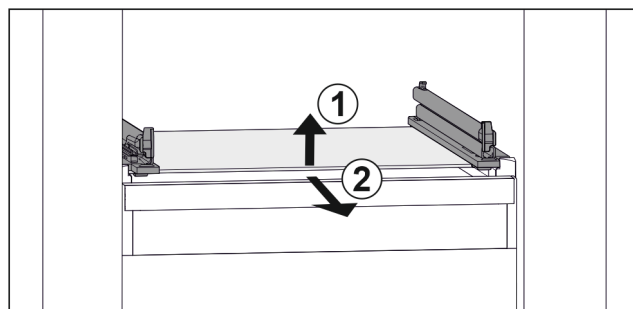

Fig. 102 Príklad zobrazenia sklenenej dosky
- ▶ Nadvihnite sklenenú dosku vpred. Fig. 102 (1)
- ▶ Odoberte sklenenú dosku dopredu. Fig. 102 (2)